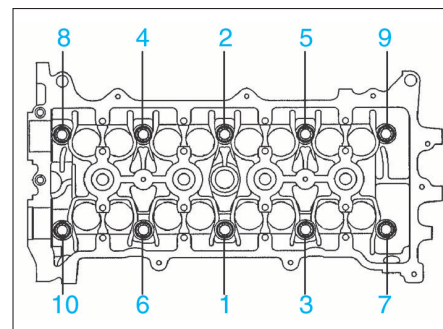

FIG. 64
- poser et serrer uniformément les vis de culasse en 2 passes dans l'ordre indiqué (fig. 64).
- Desserrer uniformément les 10 vis de culasse, en plusieurs passes dans l'ordre inverse illustré (fig. 64).